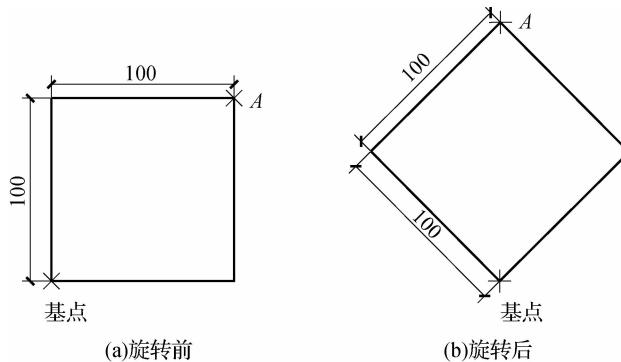

图 5-23 旋转示例
【例 5-6】 使用“旋转”命令绘制如图 5-23 所示的图形。
(1) 绘出边长为 100 的矩形，如图 5-23(a)所示。
(2) 使用旋转命令旋转对象,如图 5-23(b)所示。